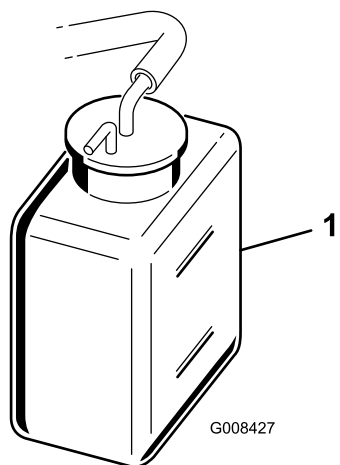

Рисунок 31
2. Проверьте уровень охлаждающей жидкости (Рисунок 31).